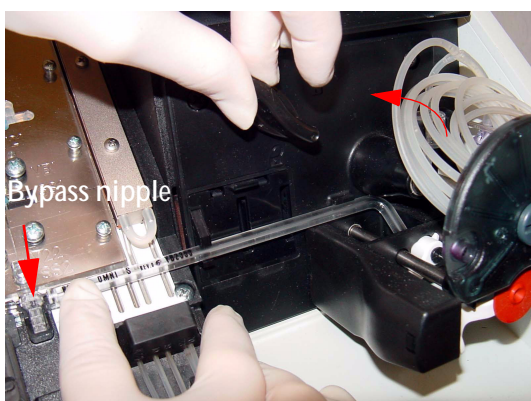

Fig. 19
- 关上锁定装置。检查玻璃管与旁路接头 (Bypass Nipple) 连接是否正确 (见图19)。